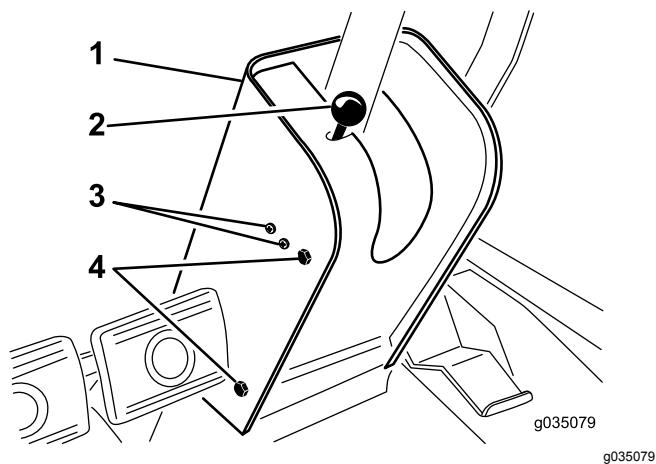

Figure 72
2. Retirez le pommeau de la tige du frein de stationnement et les vis du couvercle de la colonne de direction (Figure 72).
4. Desserrez les vis et écrous qui fixent le contacteur du frein de stationnement sur la gauche de la colonne de direction (Figure 72).